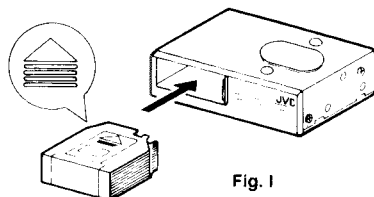

Fig. 1
- Load a magazine into the CD changer with the "Δ" mark on top (Fig. 1) and the CD insertion side to the right.
- Coloque un magazin en el cambiador de CD con la marca "Δ" apuntando hacia arriba (Fig. 1) y el lado de inserción del CD hacia la derecha.
- Charger un magasin dans le chargeur CD avec la marque "Δ" en haut (Fig. 1) et le côté d'insertion CD sur la droite.